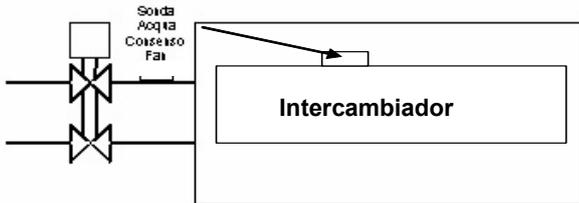

Fig. 8 Colocación del sensor de agua de habilitación del ventilador
- Sonda de temperatura de agua para habilitación de arranque de ventilador:** colocar el sensor en el intercambiador como se muestra en Fig. 8.